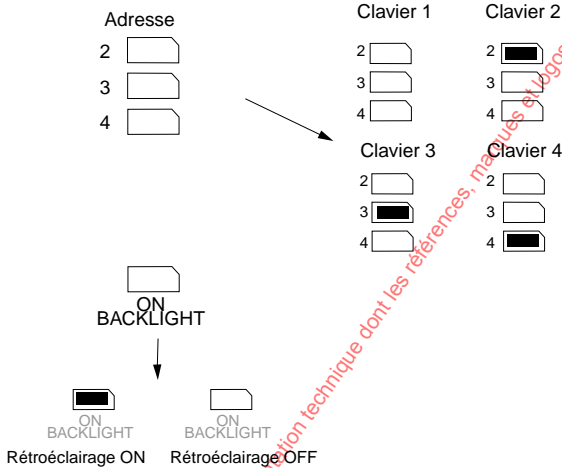

Figure 8. Adressage des claviers
La centrale est fournie avec un clavier déporté. Dans le cas où plusieurs claviers sont installés, il est nécessaire d'attribuer une "adresse" différente à chacun. Les cavaliers LK2 à LK4 définissent l'adressage du clavier (se reporter à la figure 8 ci-dessous).
En sortie d'usine, la centrale est paramétrée avec la fonction "Rétroéclairage clavier" activée (ON). Il est possible de désactiver le rétroéclairage. Dans ce cas, retirer le cavalier de la position "ON BACKLIGHT" (Rétroéclairage ON), comme l'illustre la figure 8.